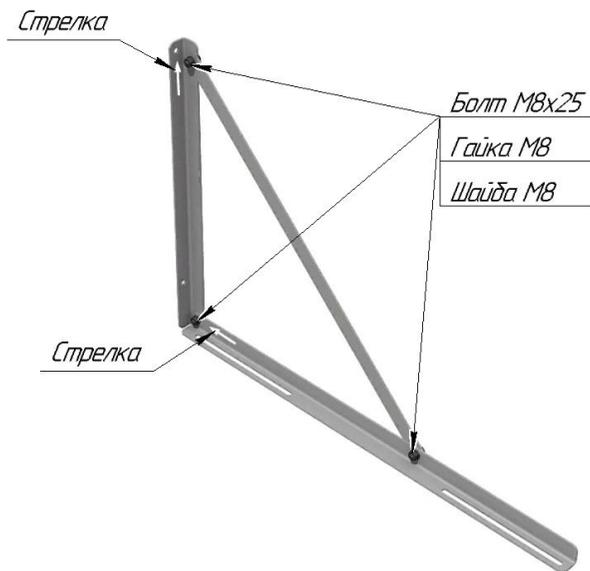

Рисунок 3
2. Собрать правую часть кронштейна, в соответствии указанным стрелочкам на **Рис.3** и на кронштейнах, с помощью Болтов М8х25, Гайк М8 и Шайб ø8.